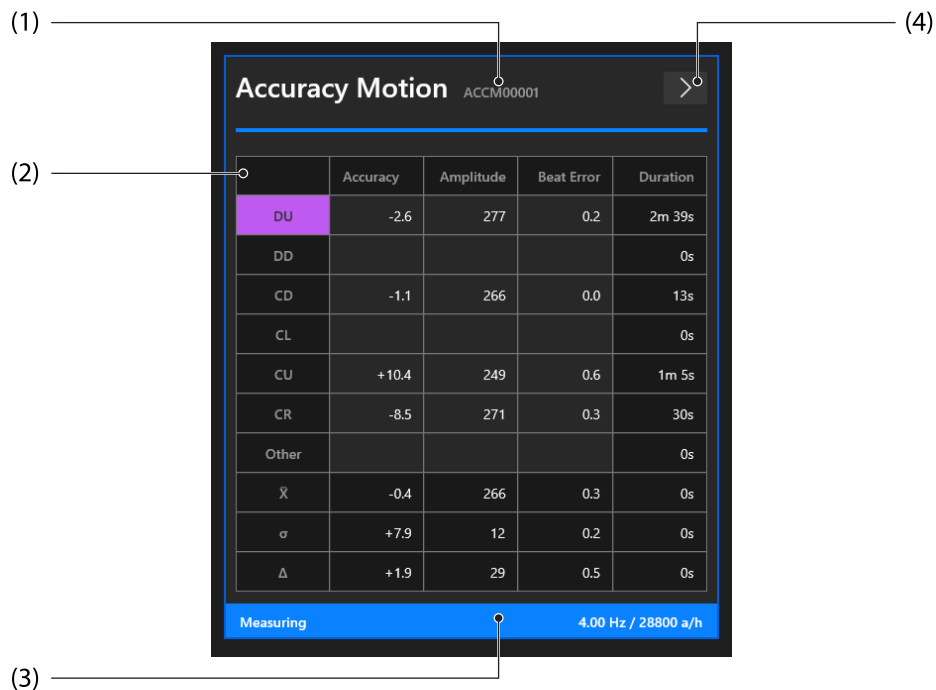

FIG. 6-4 - Accuracy Motion (Panoramica del dispositivo)
- A. Cliccare sul pulsante **Detail views** (4) della finestra **Device overview** (vedere FIG. 6-4). Nella **Detail view** è possibile analizzare le misurazioni correnti dell'orologio. È possibile selezionare diverse viste per ottenere una migliore panoramica dei dati.